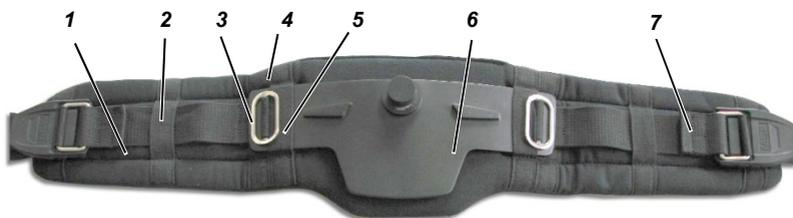

Рис. 40 Поясной ремень с поворотной пластиной
В этих модификациях может использоваться поворотная пластина поясного ремня. Поясной ремень монтируется на поворотной пластине, как показано на Рис. 40.
- (1) Проденьте металлические застежки и заправьте ремень, как показано на Рис. 40 через наружные и средние петли прокладки.
- (2) Заправьте поворотную пластину в две **внутренних** петли ремня.
- (3) Установите металлические застежки, как показано на поворотной пластине.